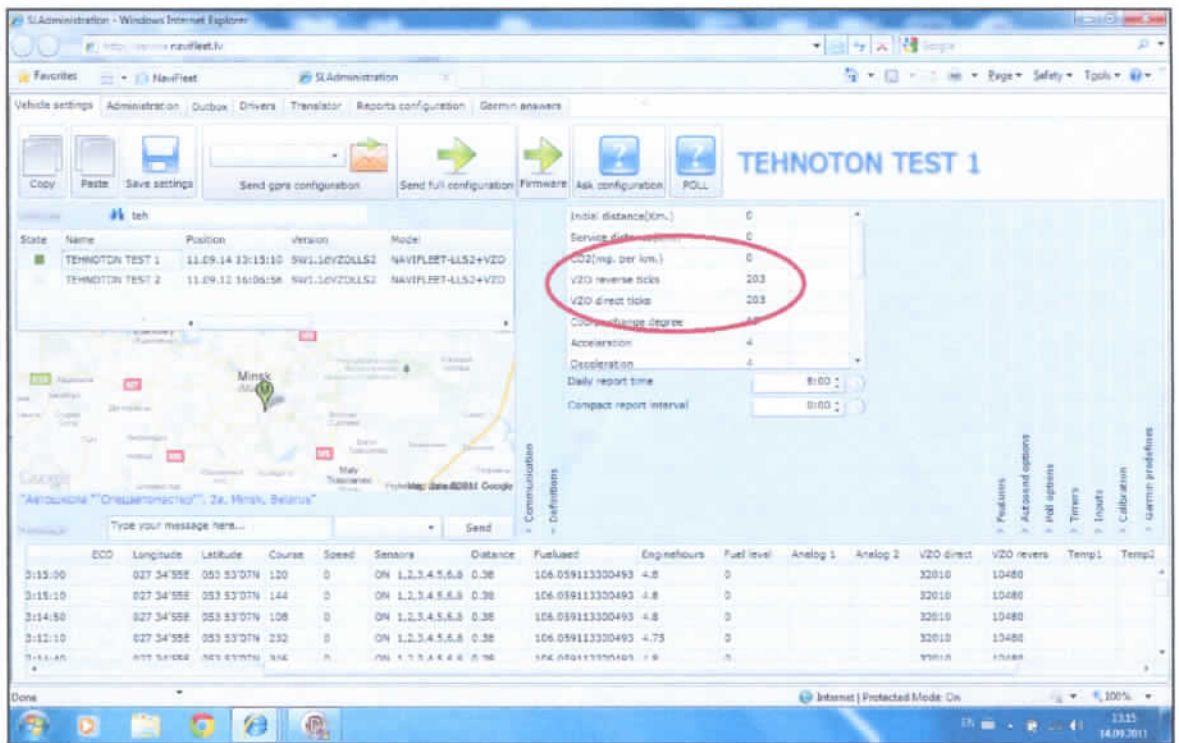

Рисунок 1
- 3.2. В поля VZO direct ticks (VZO reverse ticks) устанавливается количество импульсов на литр, указанное в паспорте DFM и в этикетке (Рис. 1).